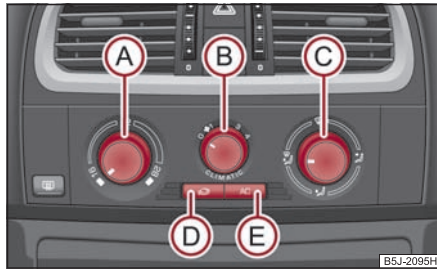

Abb. 119 Climatic: Bedienungselemente
Die Klimaanlage arbeitet, wenn der Schalter  ⇒ Seite 94, Abb. 119  gedrückt ist und folgende Bedingungen erfüllt sind:
- Drehen Sie den Drehregler **A** ⇒ Abb. 119 nach rechts, um die Temperatur zu erhöhen.